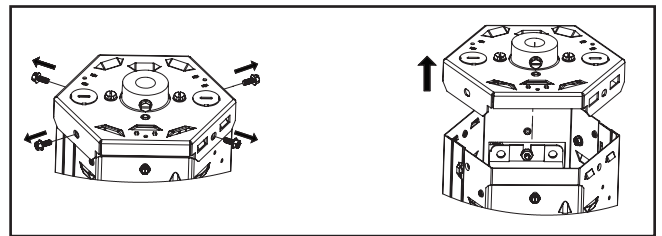

Figura 2.
2. Retire los (4) tornillos n.º 8 de cabeza hexagonal del alojamiento SUPERIOR de la luminaria. (Figura 2.)